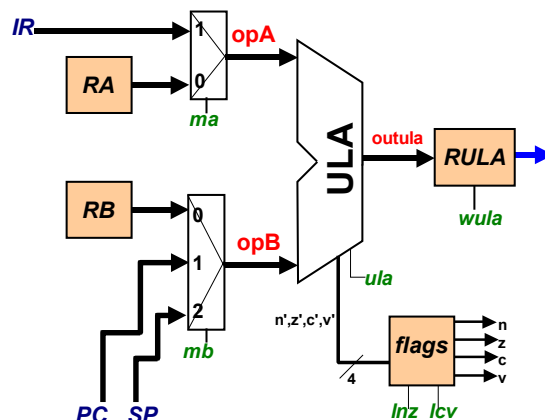

Figura 4 - Hardware para a operação com a ULA.
- A Figura 4 ilustra os componentes de hardware para a operação com a ULA.